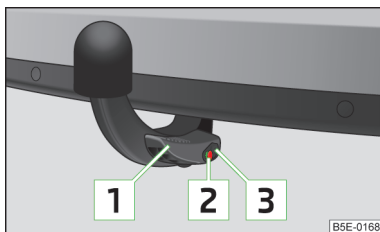

Fig. 155
- ✓ Maneta **1** se află sus de tot » fig. 155.